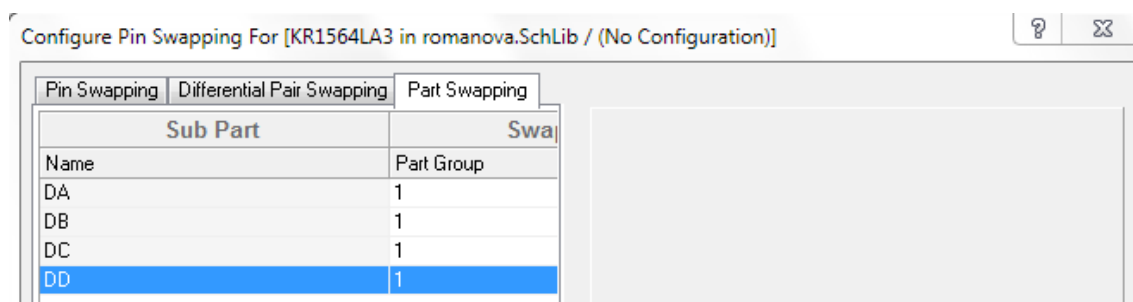
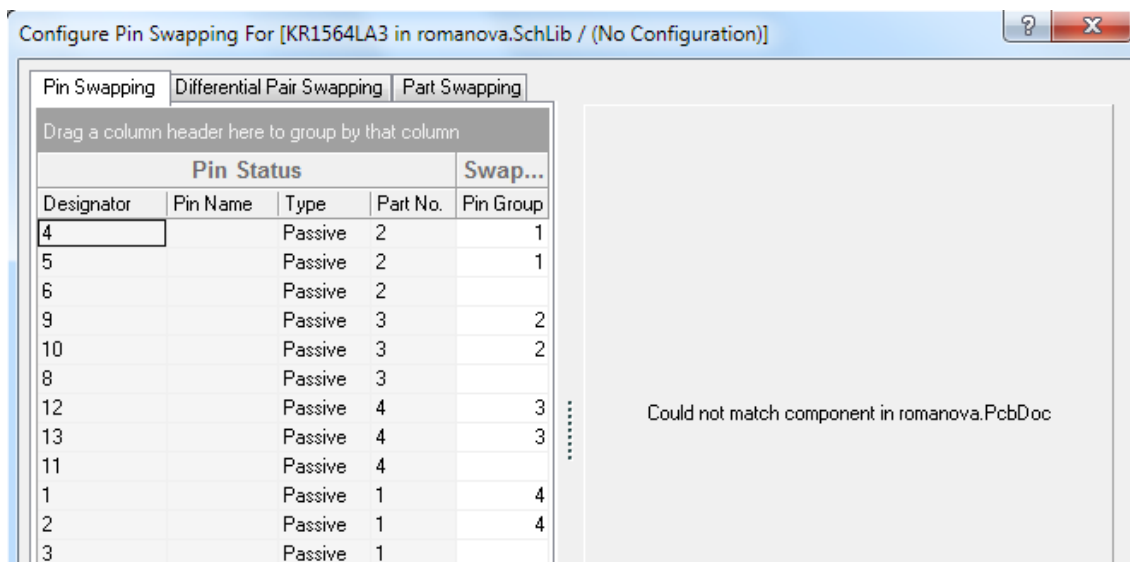

Рис. 89. Эквивалентность вентилях МС КР1564ЛА3
Рис. 90. Эквивалентность выводов МС КР1564ЛА3
11. Задать эквивалентность выводов и ячеек, выбрав Tools>>Configure Pin Swapping. Выделить в списке компонент KR1564LA3 и нажать кнопку Configure Component. В закладке Pin Swapping задать эквивалентность входов (в различных вентилях должны быть разные цифры), см. Рис. 90. В закладке Part Swapping задать эквивалентность вентилях (все единицы), см. Рис. 89.